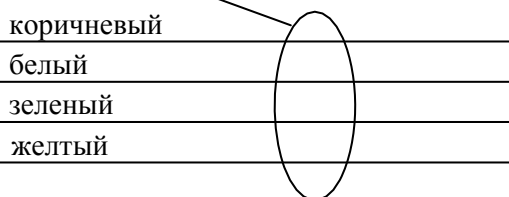

Рис.9. Вариант жгутования выходных проводов Устройства.
4.6. Вариант жгутования выходных проводов *Устройства* приведен на **рис.9**.